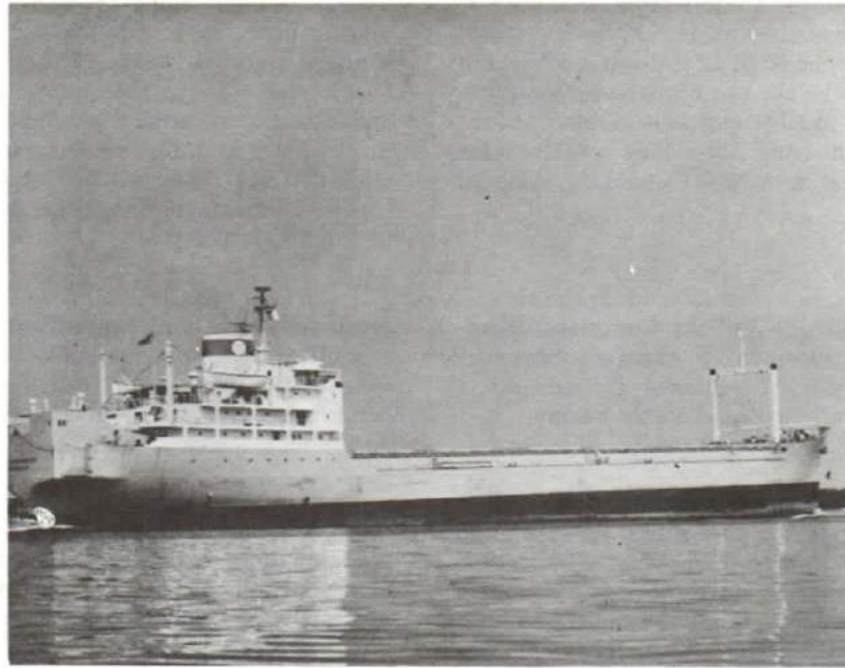

Figure 6-45
7. Dry Bulk Carrier. Built specifically for carrying grain, metal ore, gypsum, etc., the dry bulk carrier is normally a large vessel with superstructure aft, clear cargo deck with a light boom rig forward. See Figure 6-45.
7. Le transporteur de marchandises en vrac. Il a été construit pour le transport du grain, des minerais, du gypse et ainsi de suite. Il a habituellement la forme d'un gros navire avec la superstructure sur l'arrière, un pont de chargement dégagé et des mâts de charge légers sur l'avant (voir la figure 6-45).